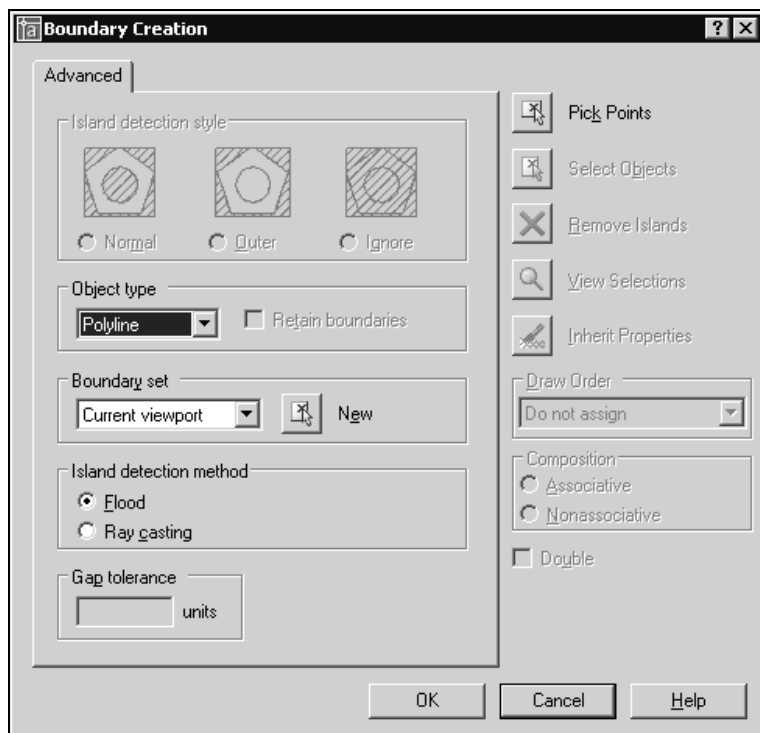

Рис. 8.11. Диалоговое окно создания замкнутого контура
1. Откройте меню **Draw** (Рисование) и выберите из него **Boundary** (Контур). Появится диалоговое окно **Boundary Creation** (Создание контура) (рис. 8.11). Оно является усеченным вариантом окна **Boundary Hatch and Fill** (Штриховка/заливка по контуру) (см. рис. 8.7). Все остальные опции диалогового окна доступны только при вызове команды **BHATCH** (КШТРИХ).